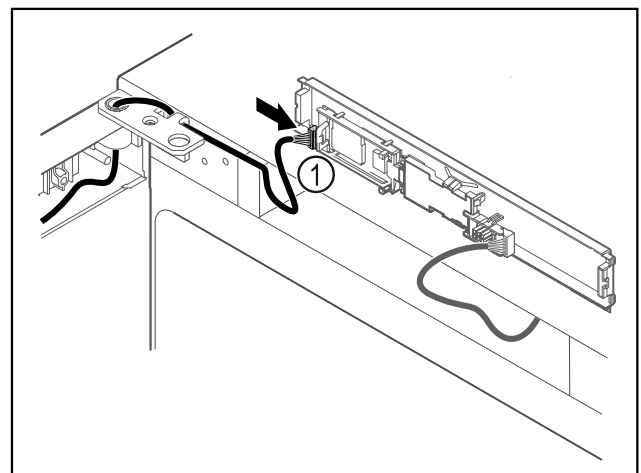

Fig. 55
- Stecker Fig. 55 (1) an Platine anstecken.